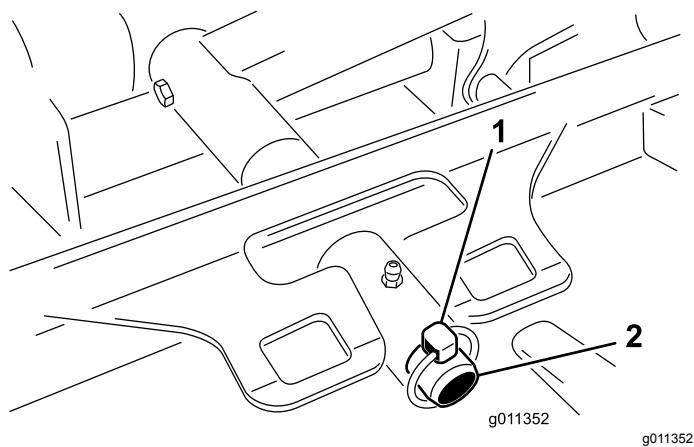

Рисунок 68
- Снимите шплинт или крепежную гайку, с помощью которых несущая рама деки крепится к оси поворота подъемного рычага (Рисунок 68).
- Наденьте несущую раму деки на ось поворота подъемного рычага. Закрепите шплинтом или крепежной гайкой (Рисунок 68).